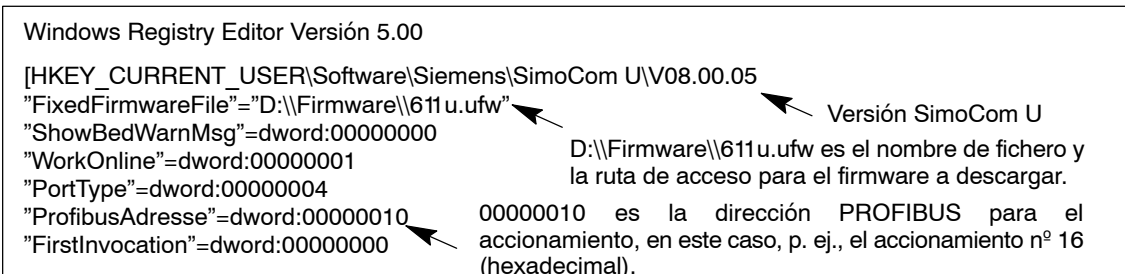

Fig. 4-2 Ejemplo de texto para el fichero ".reg" en caso de comunicación a través de PROFIBUS–DP
1. Edite el fichero .reg y realice los ajustes (ver fig. 4-2).
- En caso de descarga a través del puerto serie tiene que existir la correspondiente comunicación y la línea "PortType"=dword:00000004 cambia a "PortType"=dword:00000001, —> ver ejemplo de texto en fig. 4-2. La información en la línea "ProfibusAdresse" se ignora.